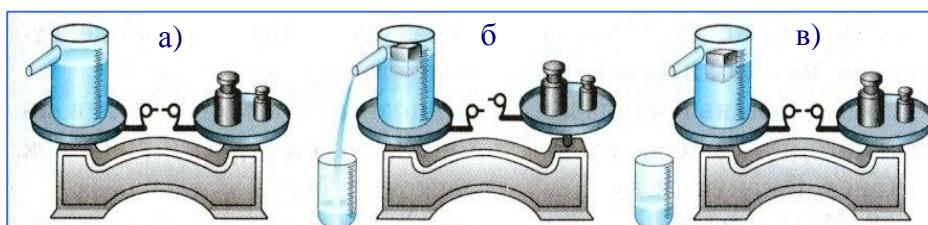

Рис. 84.3. Сосуд с водой уравновешен (а). Вытесненная бруском вода сливается (б). После слива воды, равновесие восстанавливается (в).
1. На весах уравновесили отливной сосуд с водой (рис. 84.3, а). В воду опустили деревянный брускок. Равновесие весов сначала нарушилось (рис. 84.3, б). Но когда вся вода, вытесненная плавающим бруском, вытекла из сосуда, равновесие весов восстановилось (рис. 84.3, в). Объясните это явление.